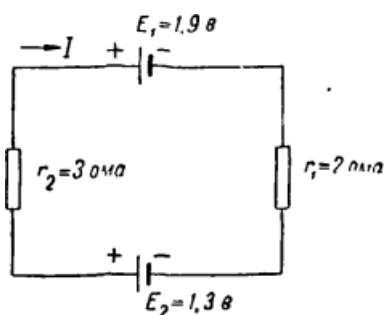

Рис.5. Схема електричного ланцюга
1. Представлено електричний ланцюг (рис. 5). Знайти його струм.